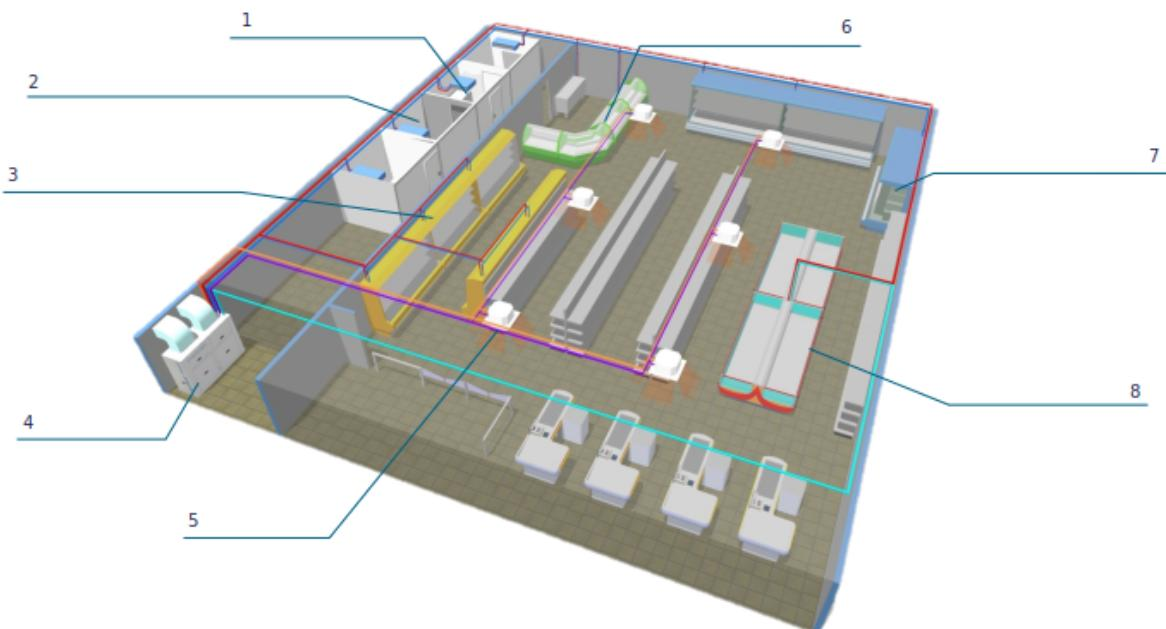

Figura 1.1: Plano de equipos del supermercado
El presente proyecto parte de un pedido realizado por un cliente que pretende comunicar con kiconex los distintos equipos de un supermercado: muebles frigoríficos y máquinas de climatización. La mayoría de estos equipos dispone de un controlador propio, sin embargo, en el caso de la climatización, se ha solicitado el diseño de un control a medida para el funcionamiento de una UTA. Aunque no se dispone de un plano específico del supermercado y su equipamiento, la Figura 1.1 es un buen ejemplo. La única diferencia está en la climatización.
*En la Figura 1.1 aparecen unidades tipo fancoil, pero lo que en realidad hay es una serie de conductos conectados a una UTA central, que depende a su vez de una bomba de calor